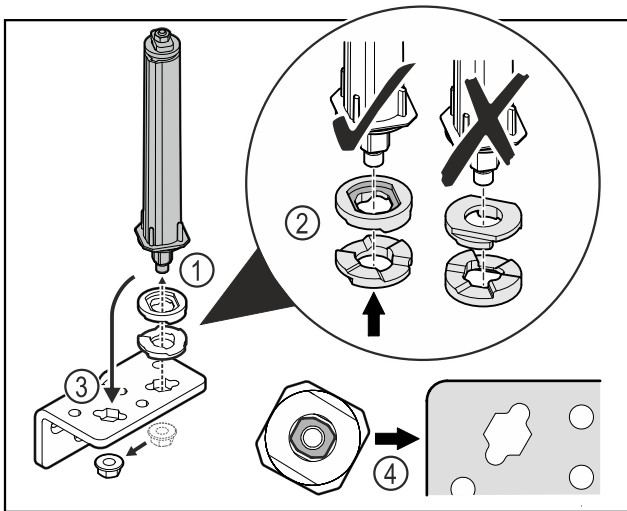

Fig. 27
- ▶ Soltar la tuerca y retirar el sistema de cierre de la puerta Fig. 27 (1).
- ▶ Tener en cuenta la orientación correcta de las arandelas de ajuste de altura Fig. 27 (2).
- ▶ Cambiar la posición del sistema de cierre de la puerta en la escuadra de bisagra y fijar con la tuerca Fig. 27 (3).
- ▶ Tener en cuenta la orientación correcta del sistema de cierre de la puerta al insertarlo Fig. 27 (4).